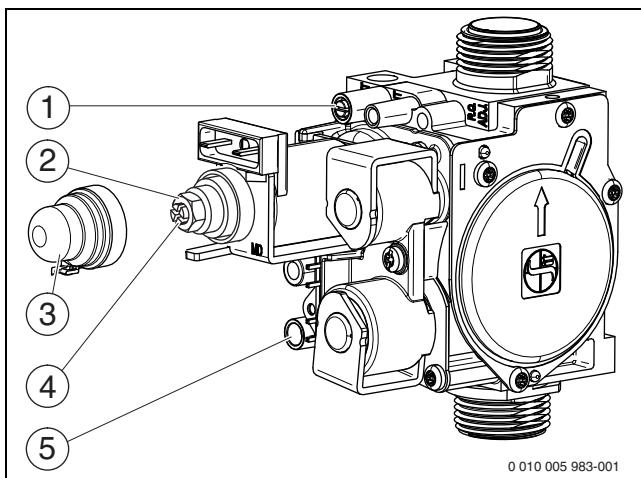

Рис. 31 Газовая арматура
- ▶ Отверните уплотнительный винт штуцера измерения давления на форсунках (рис. 31, [1]) и подсоедините U-образный манометр.
- ▶ Снимите крышку (рис. 31, [3]).
- ▶ Значение «max» давления (мбар) на форсунках приведено в таб. на стр. 46-48. Установите давление на форсунках регулировочным винтом максимального расхода газа (рис. 31, [2]). Поворот направо - больше газа, поворот налево - меньше газа.
- ▶ Значение «min» давления (мбар) на форсунках приведено в таб. на стр. 46-48. Установите давление на форсунках регулировочным винтом минимального расхода газа (рис. 31, [4]).
- ▶ Выключите котёл и закройте газовый кран, отсоедините U-образный манометр и заверните уплотнительный винт (рис. 31, [1]).
- ▶ Отверните уплотнительный винт на штуцере измерения подаваемого давления газа (рис. 31, [5]) и подсоедините манометр.
- ▶ Установите и опломбируйте крышку (рис. 31, [3]).
- ▶ Снимите заглушку с измерительного штуцера дымовых газов (→ рис. 31, [1]).